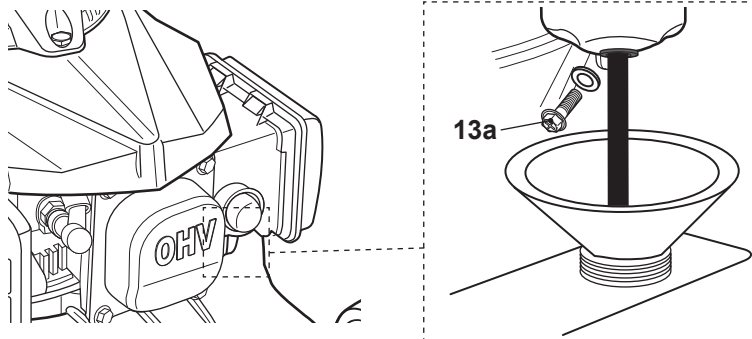

Fig. 25
3. Desaparafuse o parafuso de drenagem do combustível (13a) e deixe o combustível escorrer para o recipiente (Fig. 25).